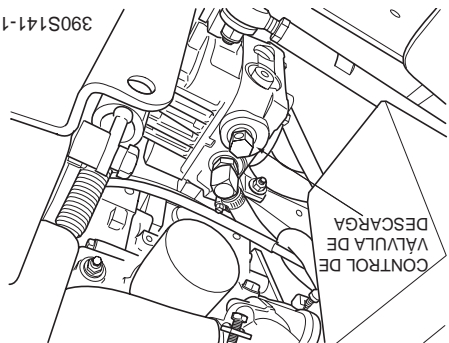

Figura 4-2 Control de válvula de descarga
11. **Palancas de control de la válvula de descarga (Figura 4-2).** Ubicadas en las bombas hidráulicas, se usan para "rodar libremente" el cortacésped. El giro de las válvulas en el sentido de las agujas del reloj hasta que se detengan permite que la unidad se mueva con potencia hidráulica. Las válvulas deben estar en esta posición y apretadas a 10 pies/lb) durante la operación del cortacésped. El giro de las válvulas en el sentido contrario a las agujas del reloj permite que el cortacésped se mueva a mano (rueda libremente).